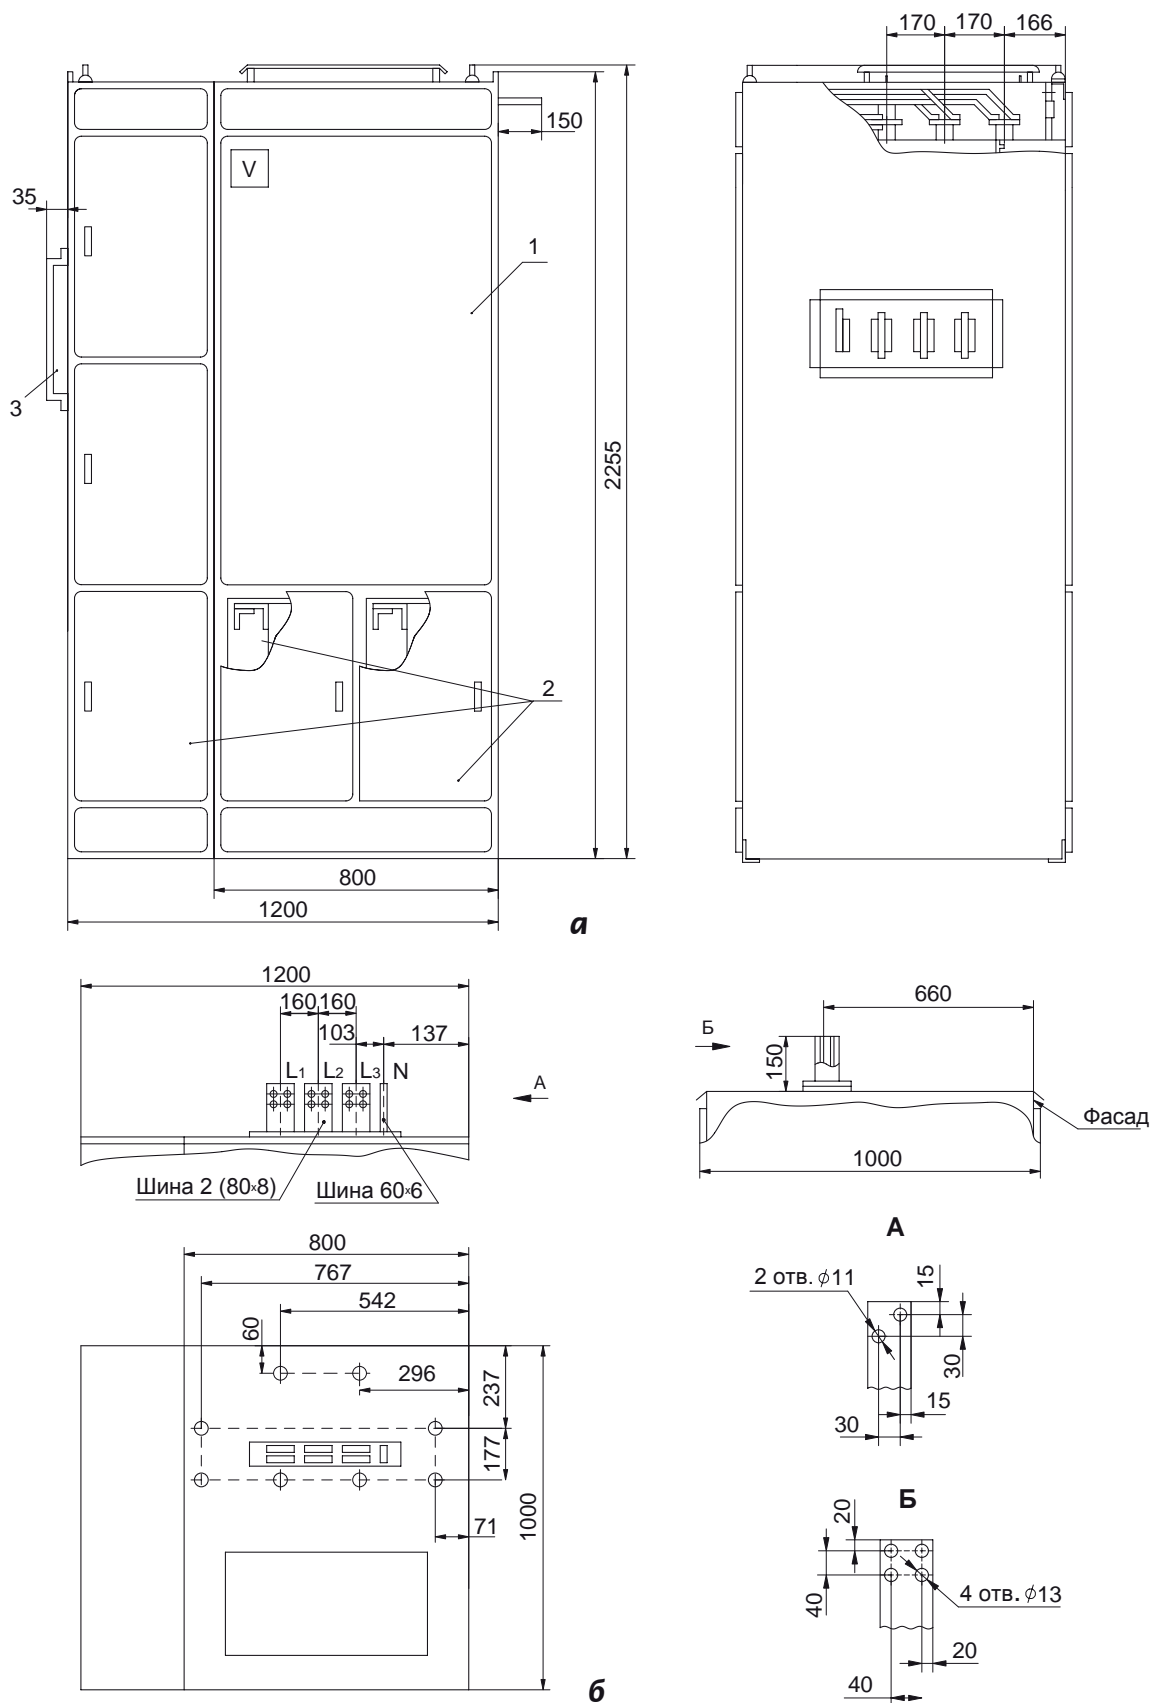

Рис. 7 Общий вид, габаритные, установочные и присоединительные размеры шкафов ввода 7ШН-14, 7ШН-16, 8ШН-14:
**б** - 7ШН-16 (остальное см. рис. 7а)